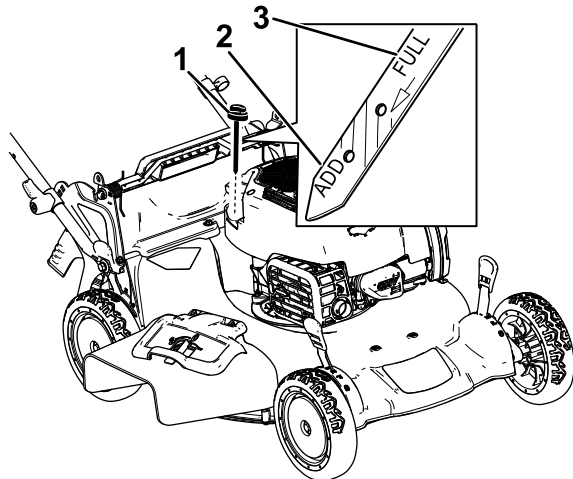

Figura 14
2. Girate il tappo in senso antiorario ed estraete l'asta di livello (Figura 14).
5. Controllate il livello dell'olio sull'asta (Figura 14).
- Se il livello di olio dell'asta è troppo basso (Figura 14), versate con cura una piccola
- Se il livello dell'olio sull'asta è troppo alto (Figura 14), drenate l'olio in eccesso finché il livello dell'olio sull'asta non risulta corretto; fate riferimento a Cambio dell'olio motore (pagina 17).